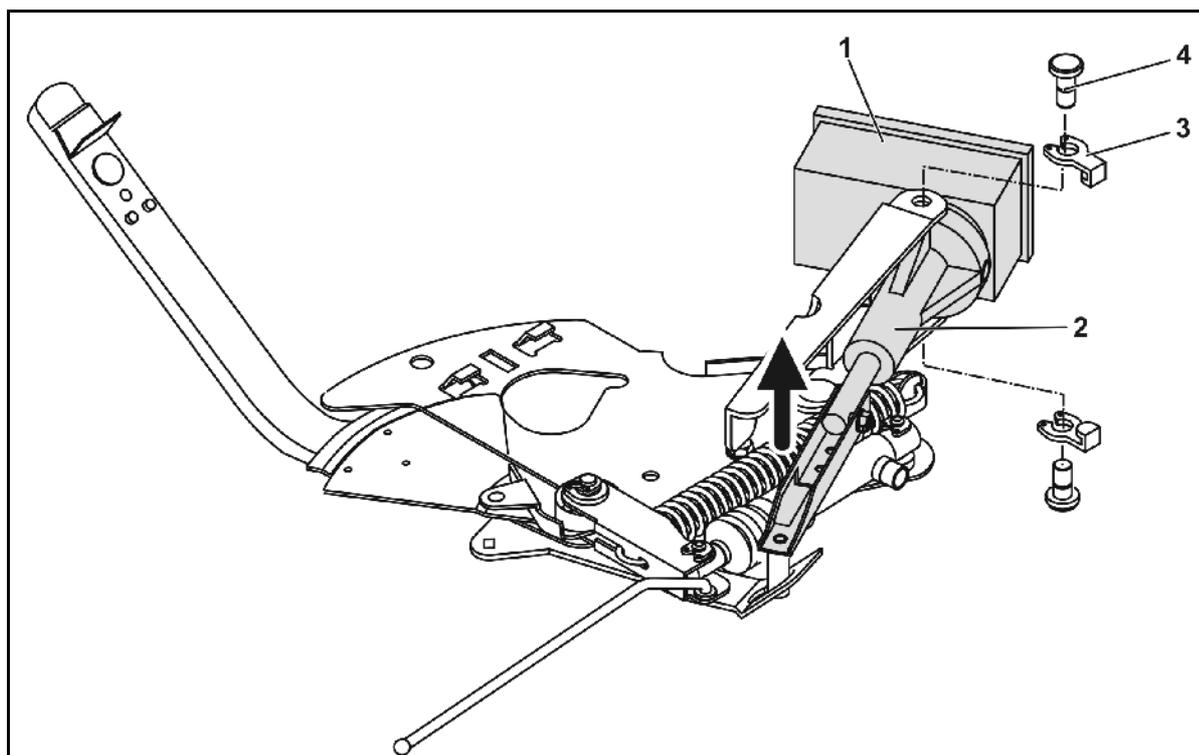

Рис. 81
1. Удалите оба фиксатора (Рис. 81/3) с помощью специальных щипцов.
2. Выньте оба шарнирных пальца (Рис. 81/4).
3. Выньте серводвигатель (Рис. 81/1) из консоли.
4. Приподнимите серводвигатель и отцепите тягу (Рис. 81/2) от штекерного соединения дозирующей заслонки.
Зафиксируйте отцепленную тягу (Рис. 81/2) при помощи вспомогательных средств от опрокидывания в рабочую зону гидравлического цилиндра.